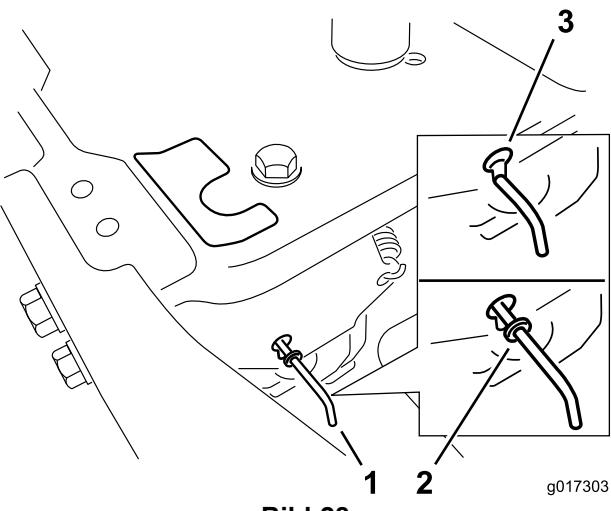

Bild 28
4. Schieben Sie die Bypasshebel nach vorne durch das Schlüsselloch und nach unten, um sie zu arretieren (Bild 28).
Schieben Sie die Bypasshebel nach hinten durch das Schlüsselloch und nach unten, um sie zu arretieren, wie in Bild 28 dargestellt.